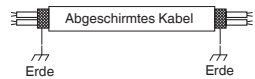

Abb. 4-6
- Als Einheiten-Steuerverbindungskabel (c) müssen abgeschirmte Kabel verwendet werden, wobei die Abschirmung auf beiden Seiten geerdet werden muss, da andernfalls Funktionsstörungen durch Störsignale auftreten können. (Abb. 4-6) Die Kabel sind wie im Abschnitt "4-3. Schaltpläne" anzuschließen.